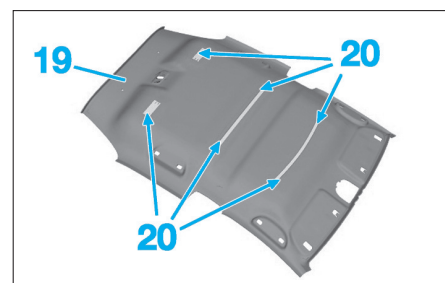

Fig. 72
- Décoller la garniture de pavillon (19) en (20) (Fig.72).